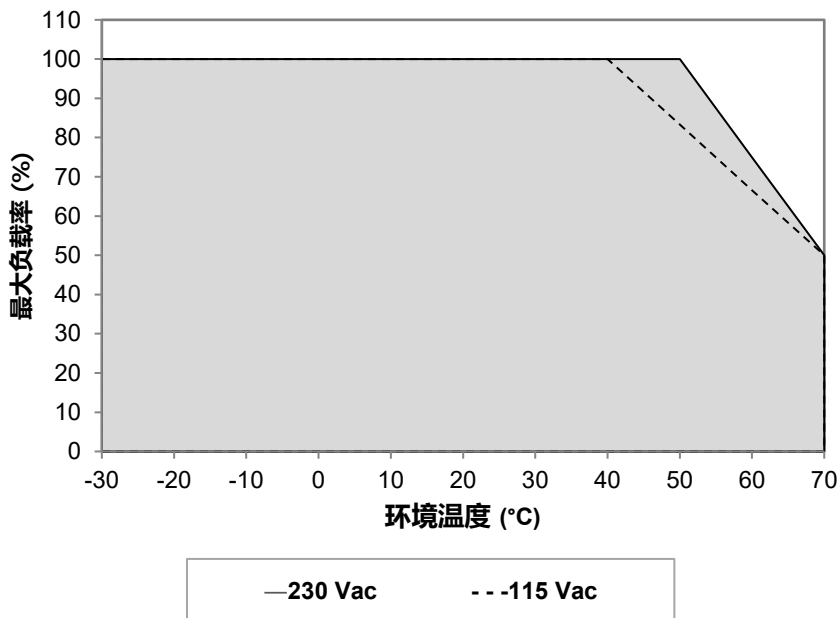

图. 1 垂直安装降额
1. 电源如果持续在降额曲线以外区间使用，可能导致零部件降级或损坏，具体参照图 1 所示图表。